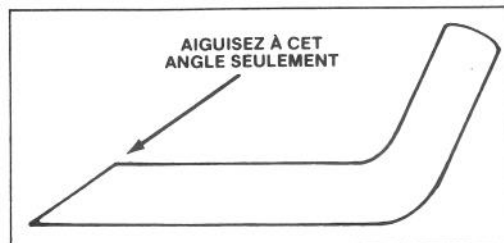

Figure 15
6. **AIGUISAGE DE LA LAME** — A l'aide d'une lime, aiguisiez le tranchant aux deux extrémités de la lame (Fig. 15). La lame restera équilibrée si vous enlevez la même quantité de métal des deux extrémités de la lame.